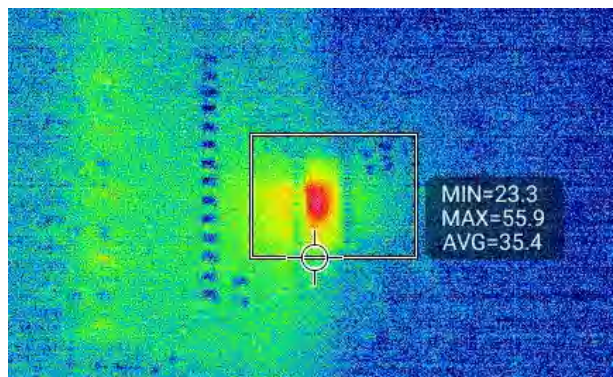
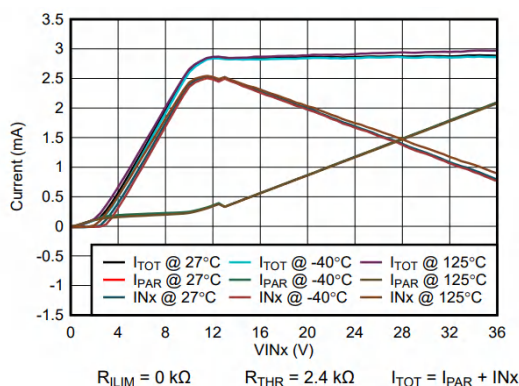

图 6. 在环境温度为 25°C 且所有通道均开启时的 ISO1228 电路板温度
图 8. ISO1228 的引脚电流
2. **使用负电阻输入结构提高热性能：**ISO1228 的输入结构中有一个负电阻。在输入电压较高时，引脚电流会降低以达到平衡，从而增加通过 R_{PAR} 的电流。这使所有引脚电压的总引脚电流 $< 3.3\text{mA}$ ，如图 8 所示。如此可提升本器件的热性能。图 6。显示了所有输入灌电流均为 30V 时的器件热感图像。在室温测试中，器件仅加热至 55°C 。